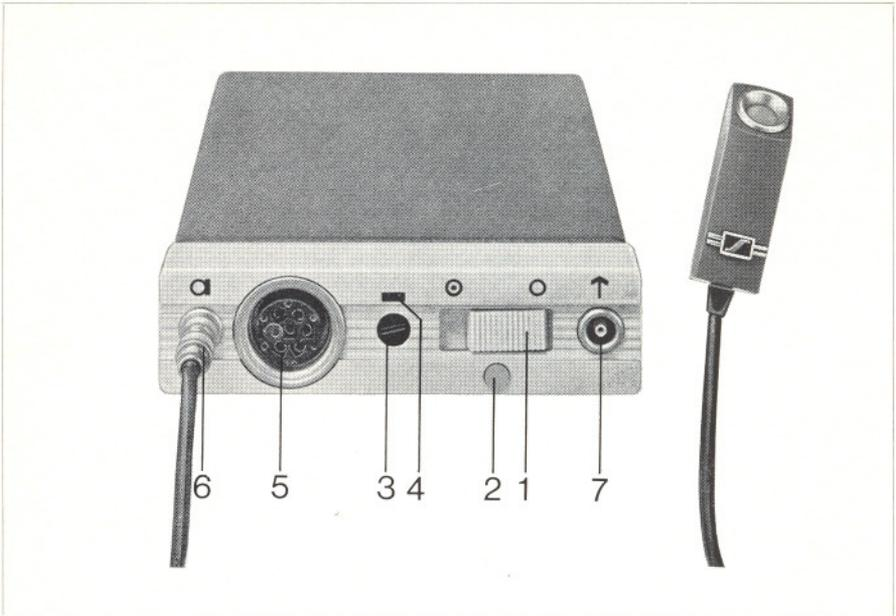

Bild 1
Um den Anforderungen hinsichtlich mechanischer Festigkeit gerecht zu werden, wurde der Sender in ein robustes Metallgehäuse eingebaut (Bild 1). Die Anordnung der Schalter und Anschlußbuchsen auf der Frontplatte erleichtert die Bedienung des Gerätes. Um ein unbeabsichtigtes Ausschalten des Senders während der Aufnahme zu verhindern, wurde der Ein/Ausschalter ① vertieft eingesetzt und zusätzlich mit einem Verriegelungsknopf ② versehen. Dadurch ist die Bedienung des Schalters nur mit zwei Händen möglich.
Der Hubregler (Bild 1 ③) wird zweckmäßig so eingestellt, daß bereits bei normaler Lautstärke etwa 30 kHz Hub erreicht werden. Eine Übersteuerung des Senders wird bei eventuell auftretenden größeren NF-Eingangsspannungen durch den Einsatz des Begrenzerverstärkers vermieden. Durch eine hohe Aussteuerung wird ein günstiges Signalrauschverhältnis erreicht.
The microphone sensitivity control (pos ③, Fig 1) should be set so that when the microphone is spoken into normally a frequency deviation of 30 kHz is achieved. The limiter stage then prevents transmitter overload through large input signals.